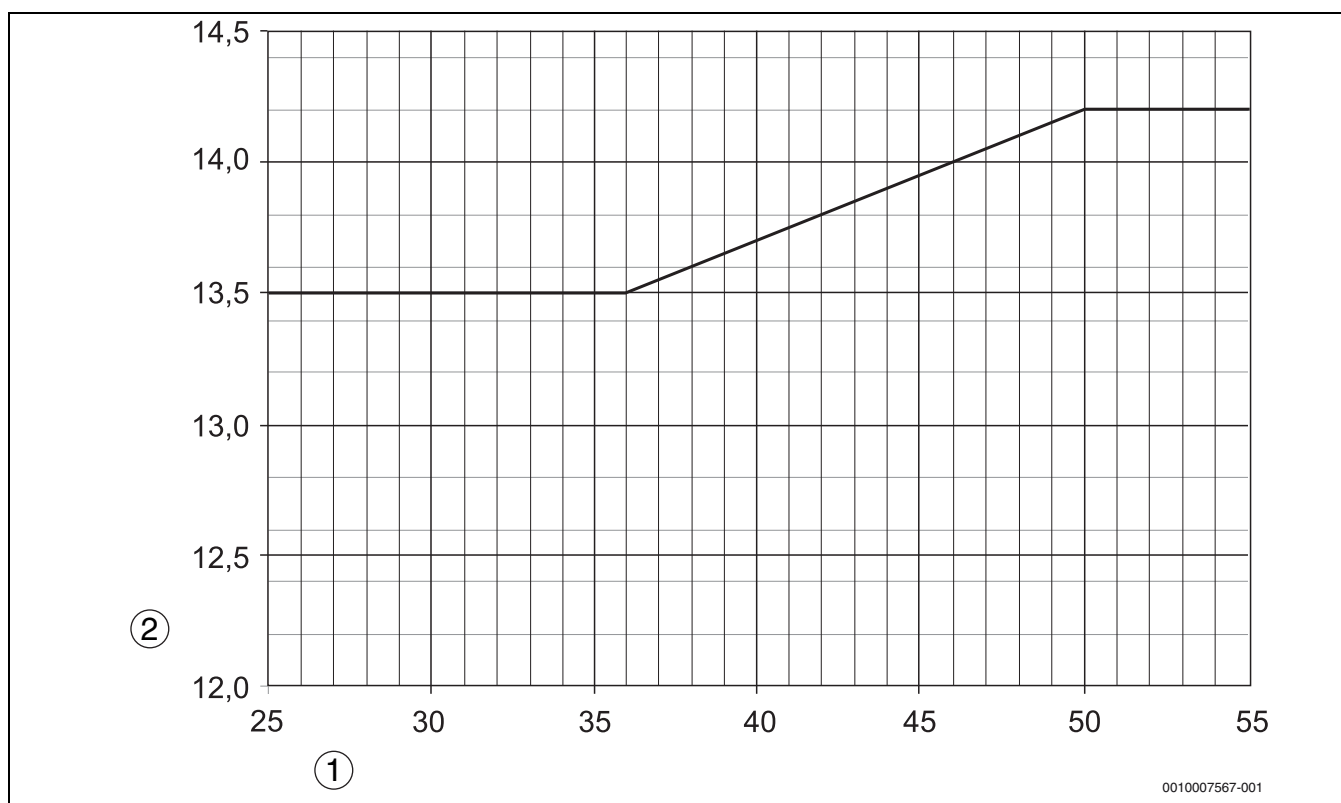

Bild 7 CO2-Einstellung bei Zuluft über konzentrische Zuluft- und Abgasführung (gilt mit und ohne Brennerhaube)
- ▶ CO2-Gehalt an der Druckregulierschraube an der Ölpumpe entsprechend Bild 6 oder Bild 7 nachregulieren, je nachdem, ob die Zuluft direkt durch die Außenwand oder über ein konzentrisches Rohr angesaugt wird.